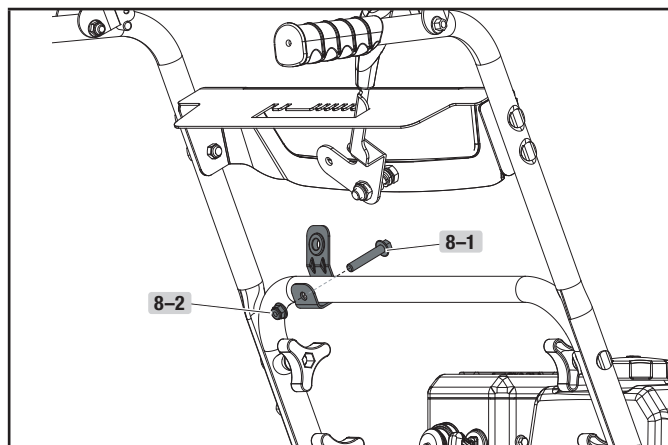

Figure 8
3. Le support de la goulotte de décharge doit être placé vers l'avant montré (pour placement correct). Ne pas trop serrer. Relier guide de la goulotte de décharge pour abaisser la poignée avec 1 boulon (8-1) et 1 écrou de blocage (8-2). (figure 8)